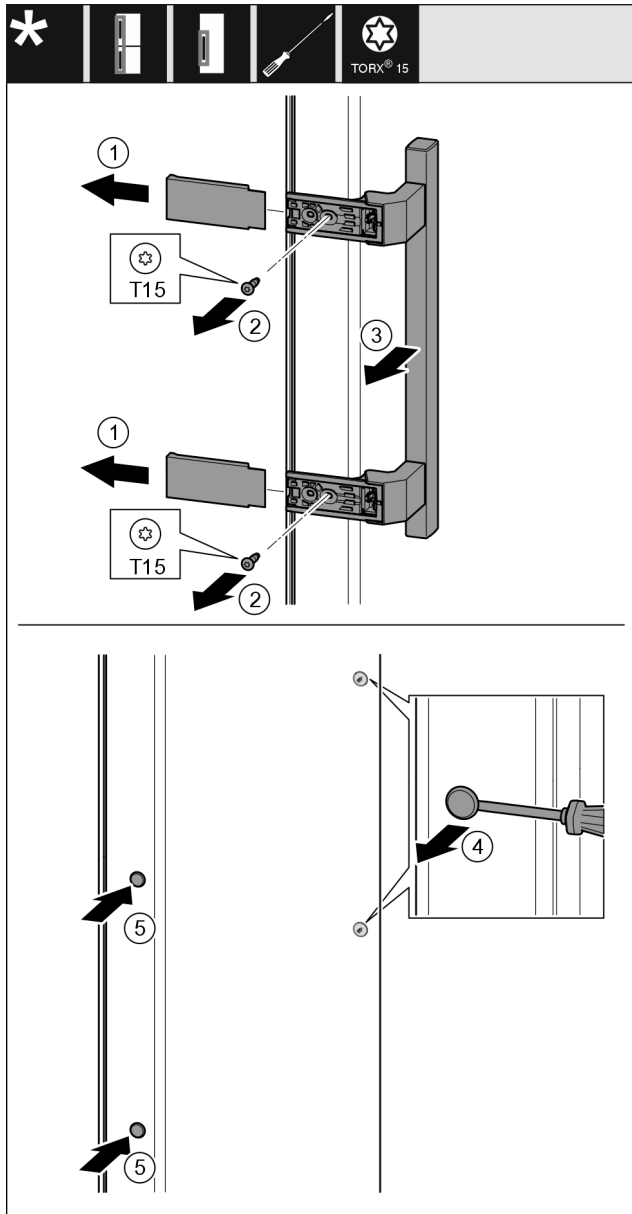

Fig. 19
- Зніміть кришку Fig. 19 (1).
- Викрутіть гвинти Fig. 19 (2) за допомогою викрутки.
- Зніміть ручку Fig. 19 (3).
- За допомогою шліцьової викрутки обережно підійміть та витягніть бокові пробки Fig. 19 (4).
- Знову вставте пробки Fig. 19 (5) з іншого боку.